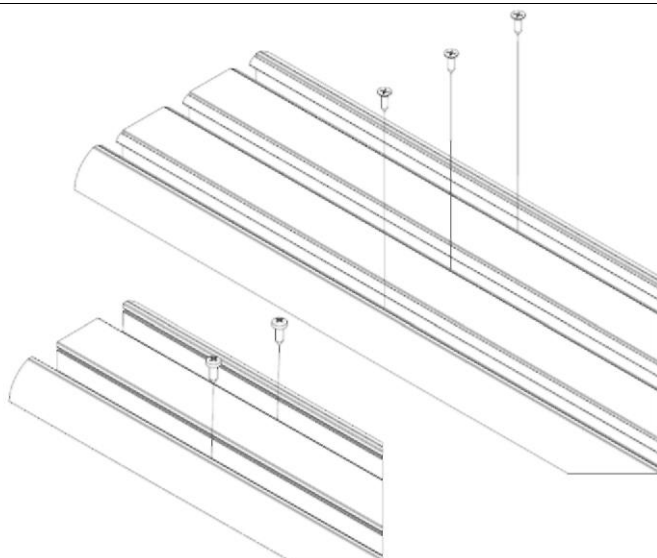

Abb. 5
5. Befestigen Sie die untere Führung an der Stahlunterkonstruktion ST3,5x13. Die untere Führung ist gründlich von Verunreinigungen zu reinigen und abzublasen (Abbildung 5).